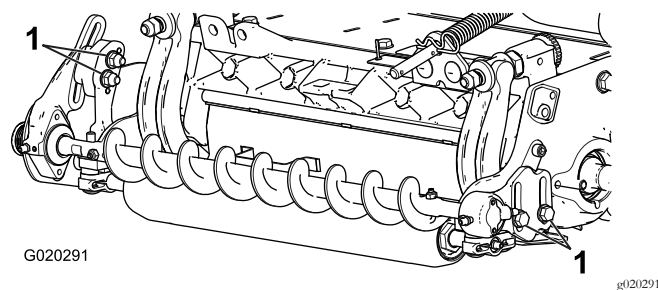

Figura 8
1. Desaperte os 2 parafusos que fixam a caixa de rolamentos da escova do rolo ao suporte de montagem do mesmo (Figura 8).